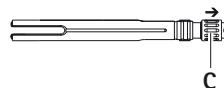

Fig. 1
- Girare la vite di arresto C nella direzione della freccia finché non è visibile la filettatura in direzione dell'estremità di lavoro, vedere Fig. 1.